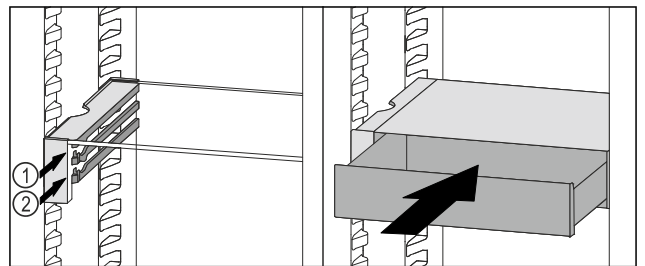

Fig. 68
- ▶ VarioSafe-Schubfach hinter den Stoppere auf gewünschter Rippe Fig. 68 (1) oder Fig. 68 (2) aufsetzen.